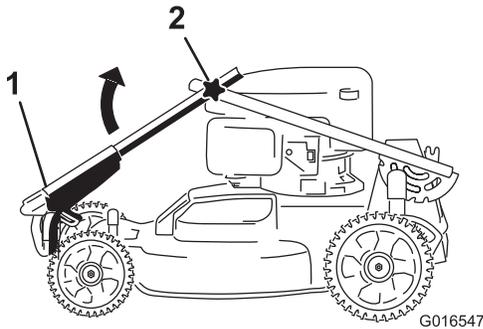

Figure 3
1. Faites tourner la partie supérieure du guidon de sorte qu'elle s'emboîte sur la partie inférieure (Figure 3), puis serrez les deux boutons du guidon pour bloquer la partie supérieure en position (Figure 4).